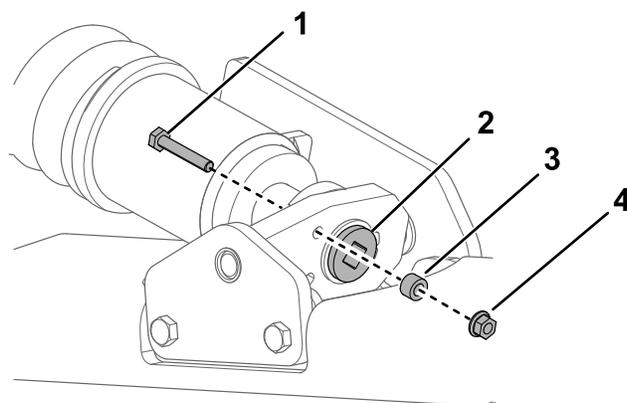
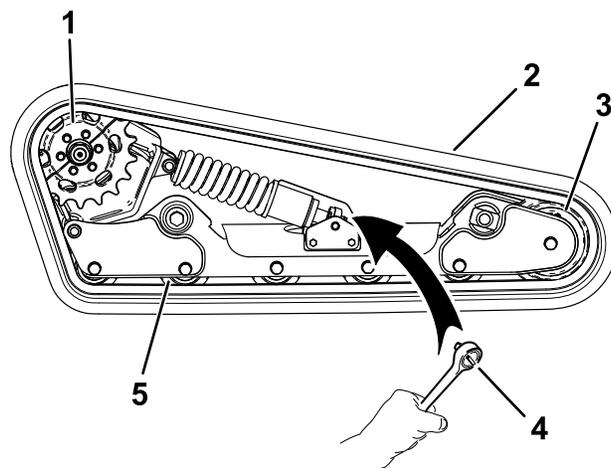

図 57
図 61
4. ロッキングボルト、スペーサ、ナットを外す 図 57。
6. テンションねじのノッチのうち、ロックンボルトの穴に一番近いノッチを穴に合わせ、ねじを溝をローラを適切な穴に合わせてセットし、シャフトを通してボルトとナットで固定する 図 57。
7. ロッキングボルト、スペーサ、ナットを外す 図 57。
8. 1/2" のドライブレレンチを使用して、テンショニングねじを左にまわしてドライブテンションを解放する 図 57と 図 61。
9. クローラと噛み合っていないスプロケットハーフを固定しているボルト 3 本を外す 図 61。
14. 新しいクローラを前ホイールに回しかけ、次に駆動ハブのスプロケットの無い側に回しかける 図 61。
15. ロードホイールの下および間にクローラを押し込むようにして、フレームに取り付ける 図 61。